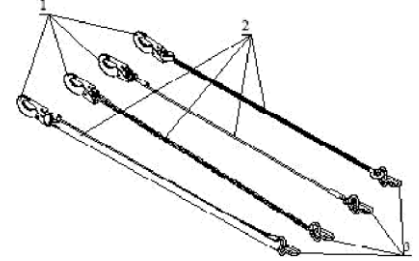

Рис. 1 - Стропы типов А, Б, В, Г
Стропы являются принадлежностью личного снаряжения и используются для соединения привязи с анкерной точкой или конструкцией. Стропы могут быть регулируемы, двойными (двуплечими) и удлиненными. Стропы всех видов сохраняют свои эксплуатационные свойства при температуре от -40 до +50°С. Стропы типов А, Б, В, Г (см. рис.1) состоят из фала (2) - полиамидной ленты (А), металлического троса в оболочке (Б), полиамидного каната (В) и металлической цепи (Г), на одном конце которого закреплён карабин для присоединения к анкерной точке (1). снабжённый блокирующей защёлкой, а на другом крепёжная петля или карабин (по спец. заказу) для присоединения к ремню.